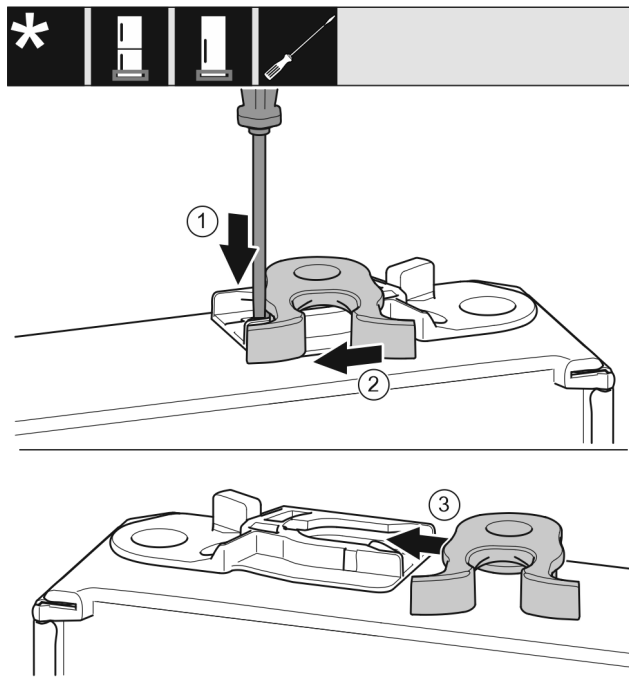

Fig. 24 \*
- ▶ Прижмите накладку Fig. 24 (1) шлицевой отверткой вниз.\*
- ▶ Выведите запорный крючок Fig. 24 (2) из направляющей.\*
- ▶ Вставьте запорный крючок Fig. 24 (3) в направляющую с другой стороны.\*